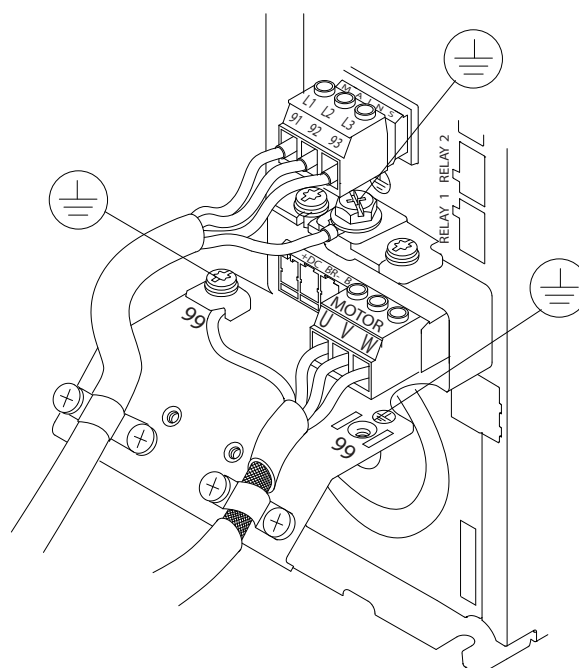

Bild 4.5 Exempel på kabeldragning för motor, nät och jordning
Bild 4.5 visar nätingång, motor och jordning för frekvensomriktare av standardtyp. Den verkliga configurationen kan variera beroende på enhetstyp och tillvalsutrustning.
1. Anslut växelströmsledningarna (trefas) till plint L1, L2 och L3 (se *Bild 4.5*).